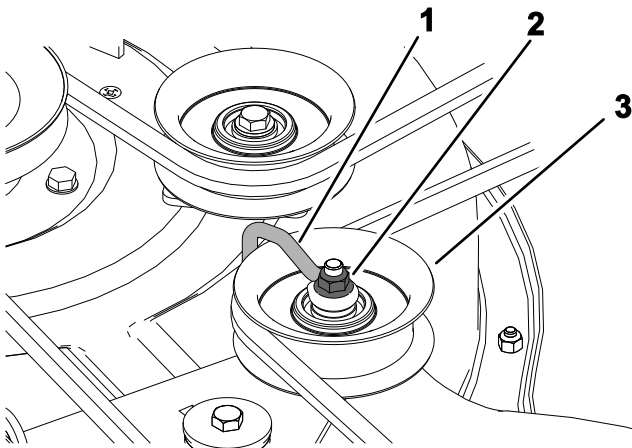

Bild 56
6. Lösen Sie an gestanzten Mähwerken die Mutter, mit der der Drahtbügel an der Spanscheibe befestigt ist (Bild 56).
Hinweis: Positionieren Sie den Drahtbügel gegen den Spannarm, wie in Bild 56 dargestellt.